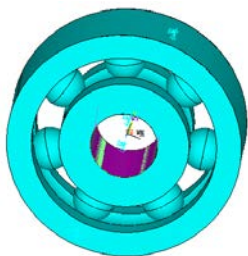
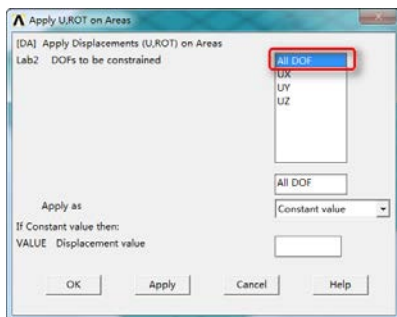

图 11-40 选择压力面
图 11-41 施加位移约束
②施加面约束条件: Main Menu > Solution > Define Loads > Apply > Structural > Displacement > On Areas, 弹出一个拾取框, 在图形上拾取编号为 1、2、3、4 的面, 即外环的侧面及外表面, 如图 11-40 所示, 单击“OK”按钮, 又弹出如图 11-41 所示的“Apply U, ROT on Areas”对话框, 单击选择“All DOF”选项, 然后单击“OK”按钮。